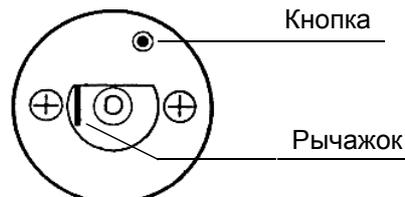

Рис. 2
- Нажать отверткой или другим аналогичным инструментом на рычажок или кнопку (в зависимости от типа переключателя) и держать нажатой до тех пор, пока сработает предохранительный ограничитель температуры (рис. 2).